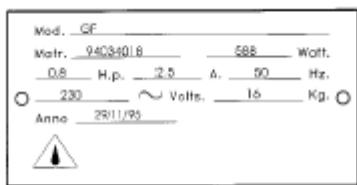

Рис. 6 – Паспортная табличка с серийным номером модели
G.F./G.P. оснащен шнуром электропитания (сечением 31 кв. мм и длиной 1,5 м) и вилкой «SHUKO». Машину необходимо подключить к сети электропитания напряжением 230 В, частотой тока 50 Гц; при этом между нею и сетью следует разместить дифференциально-магнитотермический прерыватель на 10А и $\Delta I = 0,03\text{A}$. Удостоверьтесь в исправности системы заземления. Кроме того, убедитесь также и в том, что значения технических данных, представленные в паспортной табличке с серийным номером модели (рис. 6), соответствуют показателям, указанным в грузовой накладной и фактуре.